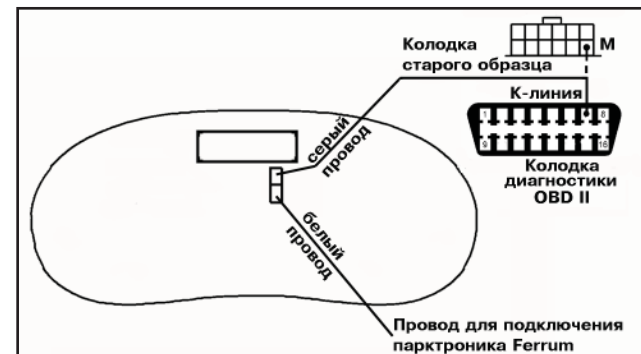

Рис. 4 Подключение бортового компьютера ЭКП.
- Пропустить провод диагностической “К - линии” МК ЭКП к диагностической колодке и подсоединить к гнезду “М” (Рис.4). Диагностическая колодка расположена:
1) подключить провод "К-линии" парктроника GF801 к белому проводу, идущему от 2-х клеммной колодки ЭКП (см. Рис. 4), а не к "колодке для БК", как это указано в Руководстве на GF801. Соединение проводов выполняется клипсой, входящей в комплект парктроника GF801.